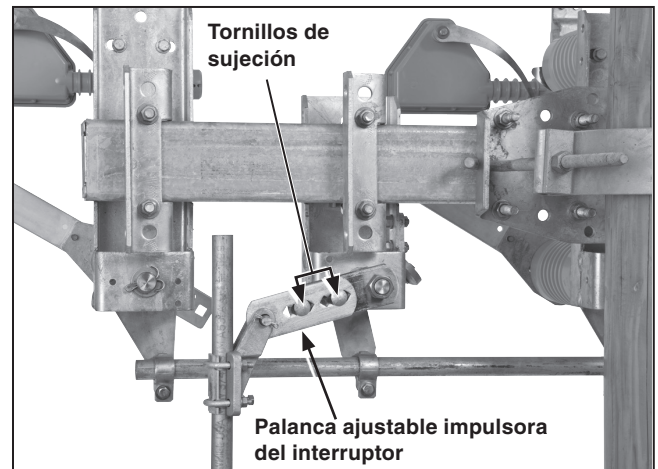

Figura 16. Ajuste de la palanca impulsora del interruptor (Se muestra la configuración de montaje vertical).
- (j) Después, afloje los dos tornillos de sujeción de la palanca ajustable del impulsor del interruptor. Acorte la palanca del impulsor por un “paso” o a $\frac{1}{32}$ de pulgada (9 mm), vuelva a apretar los tornillos. (Al acortar la palanca se aumenta la cantidad del trayecto del interruptor). Quite el tornillo. Después vuelva a ajustar el trayecto total de la palanca operativa y de la navaja del interruptor como se describe arriba. Repita este procedimiento de acortar la palanca del impulsor en incrementos de un paso, hasta que el trayecto total de la navaja sea logrado. Ver Figura 16 en la página 19.